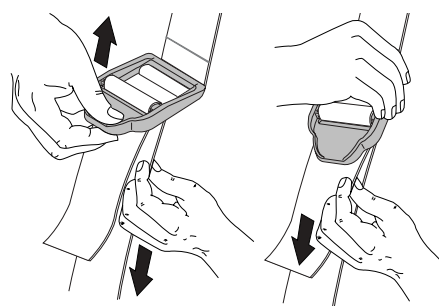

Fig. 6
4. Ajuste la longitud de acuerdo a la medida del operador. Tire de la orejeta para alargarlo y tire de la correa para acortarlo (Fig. 6).